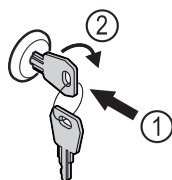

Fig. 106 Representación a modo de ejemplo
- ▶ Introducir la llave Fig. 106 (1).
- ▶ Girar la llave 90° en sentido horario Fig. 106 (2).